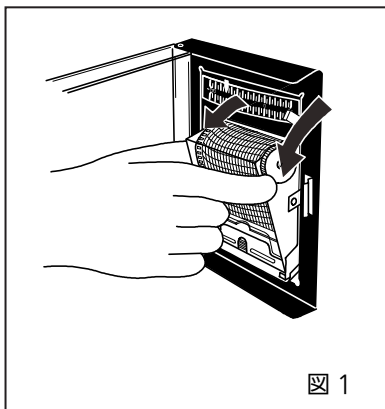

図1
2. カートリッジを手前に引くと、インクペンが本体から完全に外れます。(図1、図2)